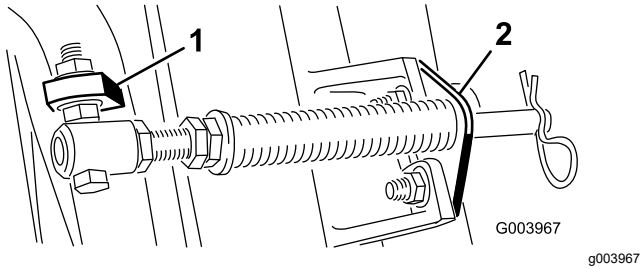

Figura 5
Nota: Coloque la cabeza del perno en el exterior de la pestaña, como se muestra en la Figura 5.
D. Monte el soporte de la varilla en las pestañas de la unidad de corte con los pernos de cuello cuadrado y las tuercas (Figura 5).